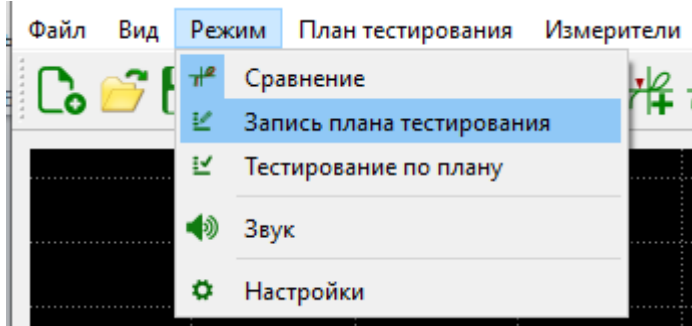

Рисунок 14. Внешний вид вкладки Режим
- Во вкладке "Режим" -> "Запись плана тестирования" можно создать план тестирования, для снятия ВАХ эталонной платы (рисунок 14). Более подробная инструкция по работе с планом тестирования описана в разделе 6.
1. Для создания плана тестирования, перейдите во вкладку "Режим" -> "Запись плана тестирования" (рисунок 14) или нажмите на иконку  на верхней панели.
1. Для использования плана тестирования перейдите во вкладку "Режим" -> "Тестирование по плану" (рисунок 14).или нажмите на иконку  на верхней панели.